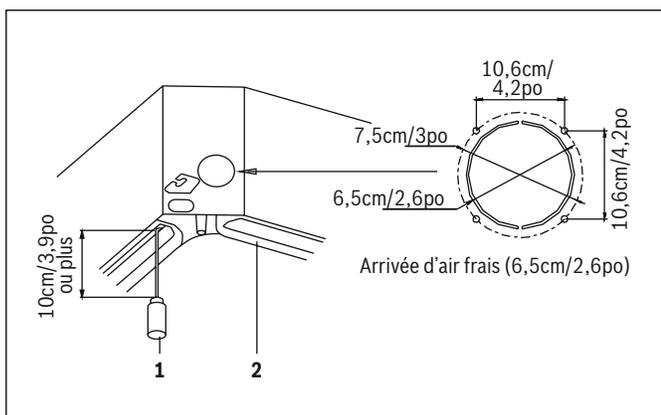

Figure 17
- ▶ Ajoutez graduellement environ 1 L d'eau par la sortie d'évacuation d'air. La façon de procéder est illustrée à la figure 17 ci-dessous.